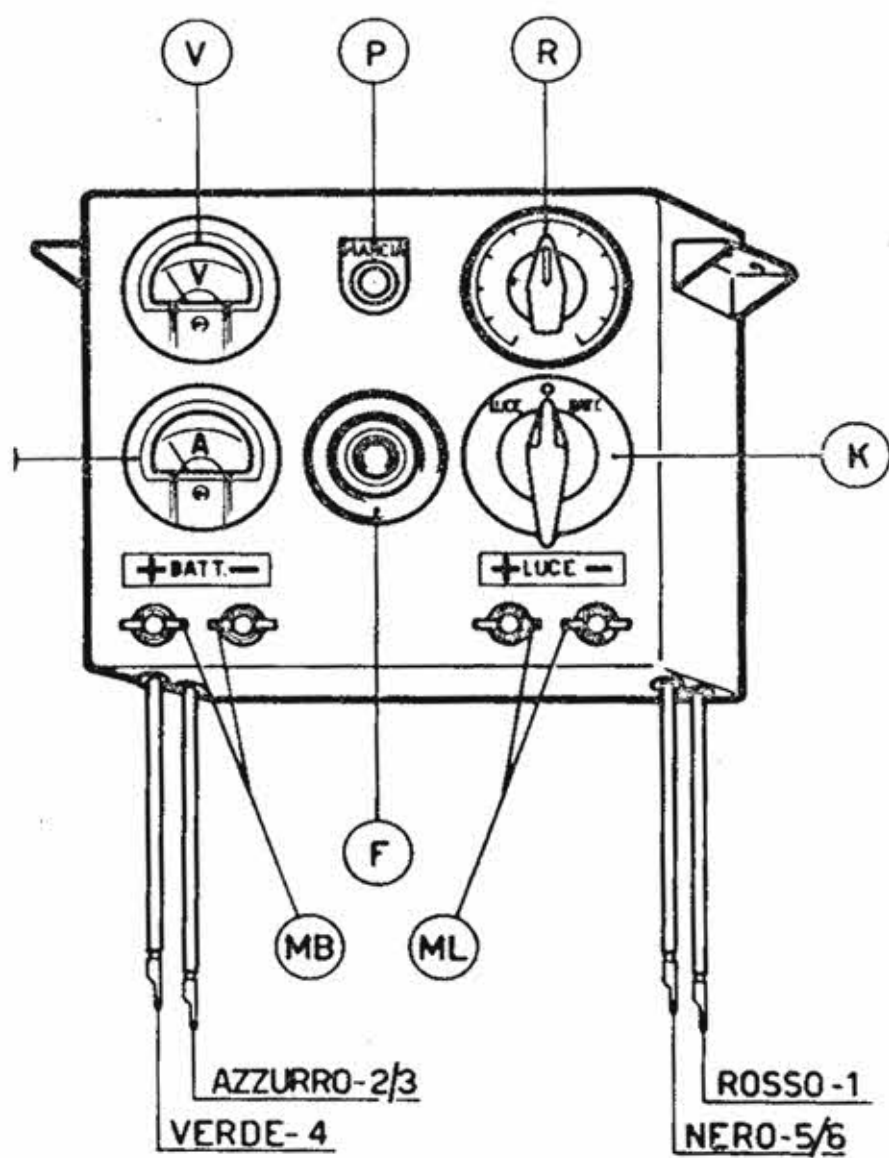

Fig. 1 - Quadro elettrico di manovra
Preparare il motore a scoppio per l'avviamento e assicurarsi che il commutatore "K" (Fig. 1) del quadro sia in posizione "O".
- Collegare la batteria ai morsetti "MB" (BATT) del quadro (Fig. 1).
- Agire sulla leva del decompressore del motore a scoppio (posta sul coperchio coprivalvole) e mentre si terrà tale leva nella posizione di decompressione premere il pulsante "P" (Fig. 1) del quadro, in modo da inviare la corrente della batteria alla dinamo che, ruotando, trascinerà il motore a scoppio.
Collegare le batterie ai morsetti MB (BATT) del quadro (Fig. 1). Controllare che la tensione sia di poco superiore ai 24 V regolandola eventualmente con il reostato "R".
Per dare inizio alla carica portare l'interruttore "K" (Fig. 1) del quadro, in posizione "BATT".
Regolare la tensione sul valore di 24/25 volt agendo sul reostato "R" (Fig. 1).
Per l'arresto del gruppo bisognerà portare il commutatore "K" (Fig. 1) del quadro in posizione "O", e premere il bottone di massa.